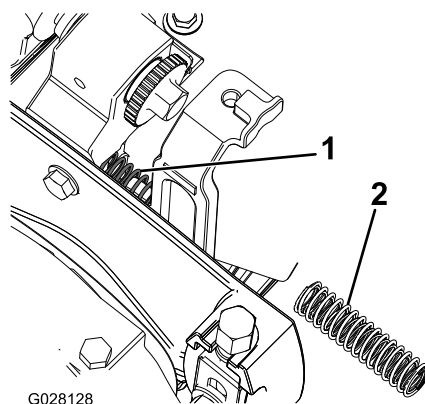

Figura 6
11. Utilizzate una pinza a becco lungo per rimuovere le molle di compressione su entrambi i lati dell'apparato di taglio e sostituitele con le nuove molle di compressione interne ed esterne (**Figura 6**).